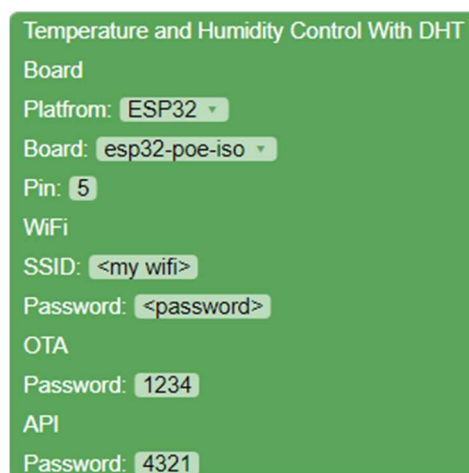

Figura 20 - Aspeto do Bloco
1. Comece por arrastar o bloco para o *workspace* e de seguida preencha os campos do mesmo tal como fez nos primeiros blocos, no campo “Pin” deve definir o pino ao qual vai ligar a saída do seu sensor DHT (Figura 20).